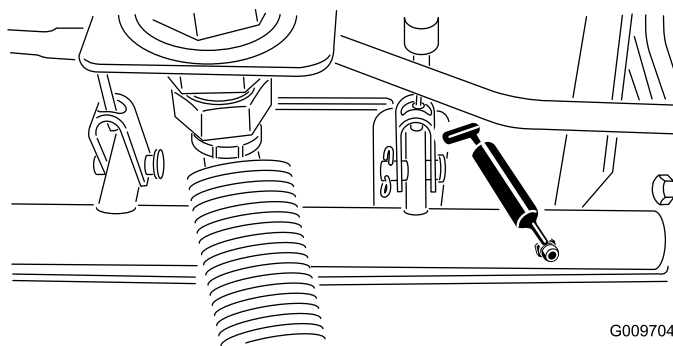

図 49
- ・ ブレーキシャフトのピボットベアリング (5ヶ所) (図 49)